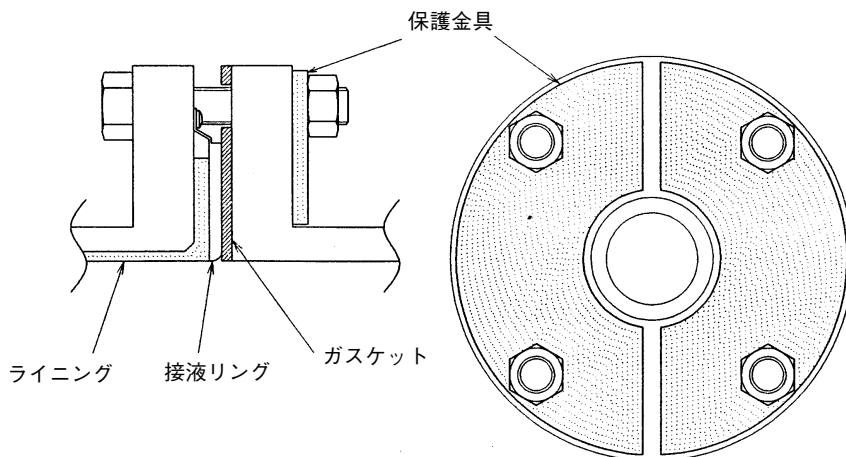

図2-31. 接液リングがSUS材質の場合(保護金具使用)
- 保護金具 : 規定のトルクで締め付けて設置すると、塩ビ配管の変形または破損のおそれがある場合に必要です。厚さは6 mm以上のステンレス材など、ナットの締め付けて変形しない金属材料を使用してください。金具の形状は、図2-31を参照してください。
- 保護金具 : 規定のトルクで締め付けて設置すると、塩ビ配管の変形または破損のおそれがある場合に必要です。厚さは1 mm以上のステンレス材など、かたい金属材料を使用してください。金具の形状は、図2-31を参照してください。